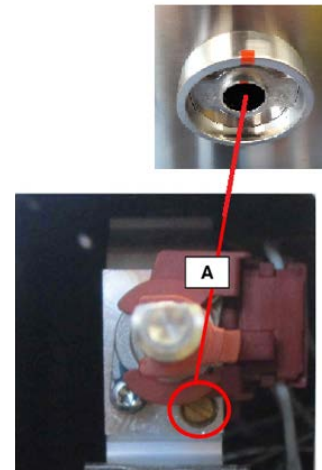

Figure 2: Tapa del quemador con llama simple
- 4) Si el rendimiento de la llama no es aceptable sería necesario reajustar el tornillo de la válvula (fig. 2 y 3 en la página 34) para un quemador que no tiene suficiente “carry-over” de la llama.